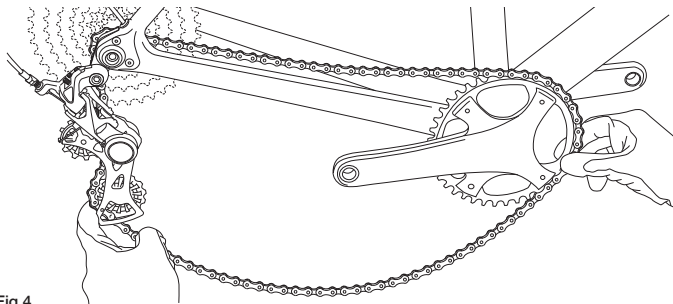

Fig.4
- Enfoncez le train de galets vers le bas pour réduire la tension de la chaîne et amenez-la vers l'extérieur en la sortant du plateau et de la manivelle (Fig. 4).